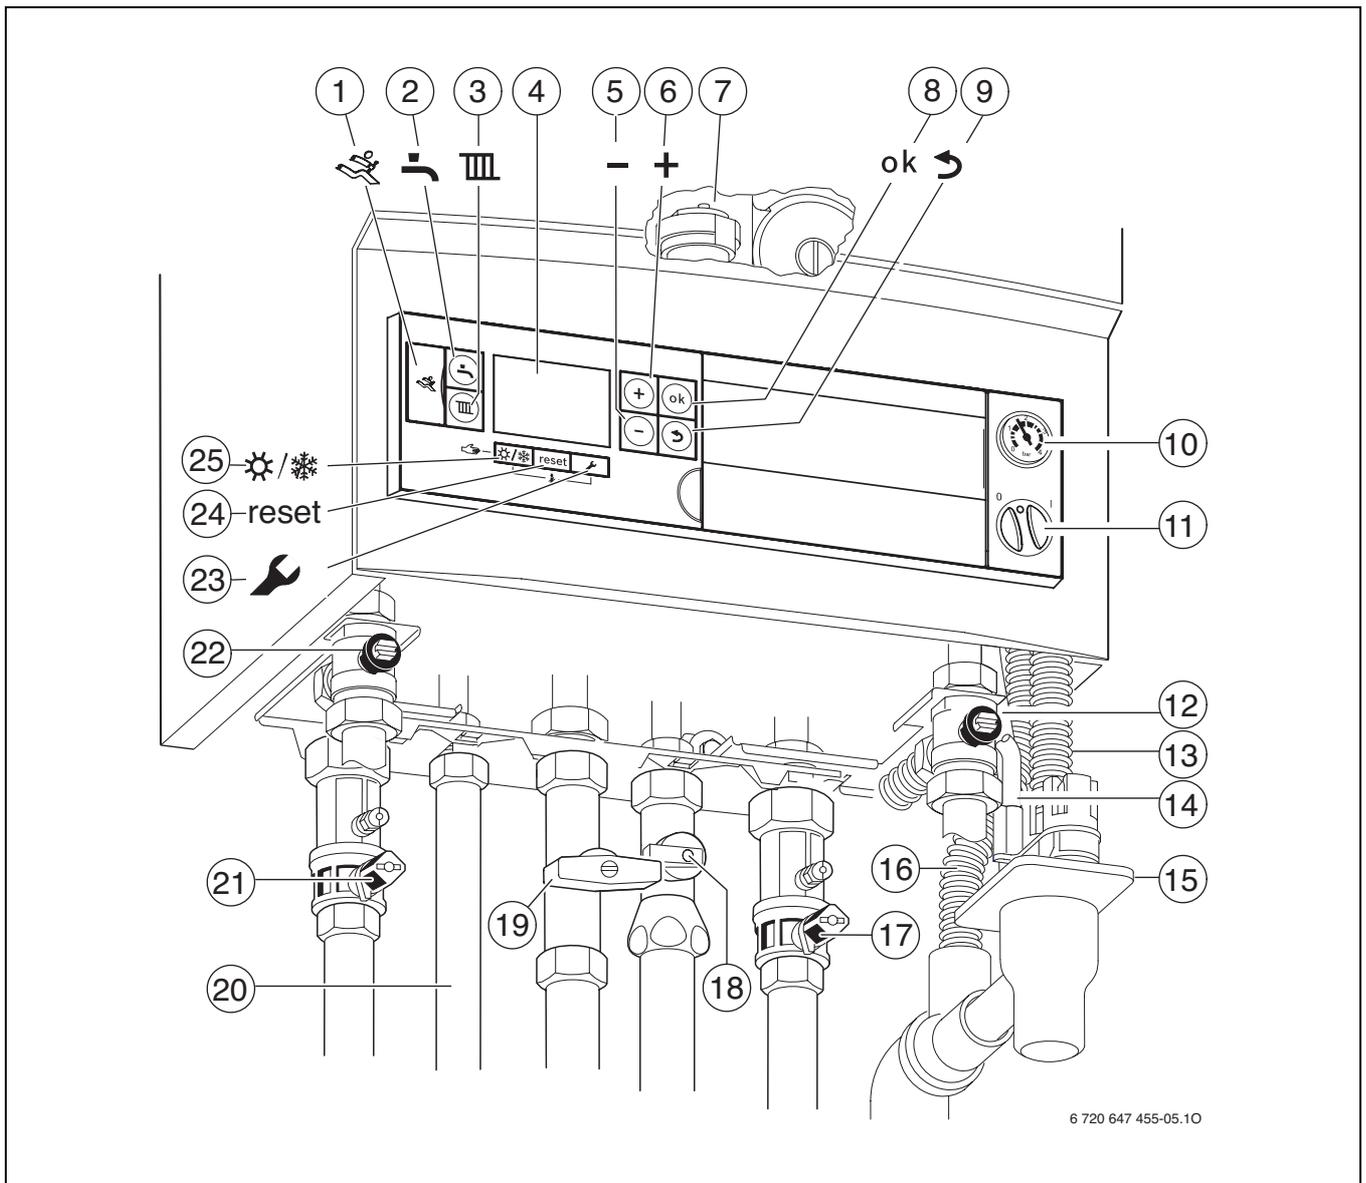

Fig. 25
- ▶ Aprire il rubinetto di mandata dell'accumulatore inerziale e il rubinetto di ritorno dell'accumulatore inerziale [12 e 22, fig. 25].
- ▶ Aprire i rubinetti di mandata e ritorno del riscaldamento [21 e 17, fig. 25] e riempire l'impianto di riscaldamento fino a 1 -1,5 bar e chiudere il rubinetto di riempimento.
- ▶ Aprire il rubinetto dell'acqua fredda e dell'acqua calda [18 e 20, fig. 25].
- ▶ Aprire il disaeratore automatico] (→ fig. 25, [7], pag. 31) e richiuderlo dopo aver sfiato.